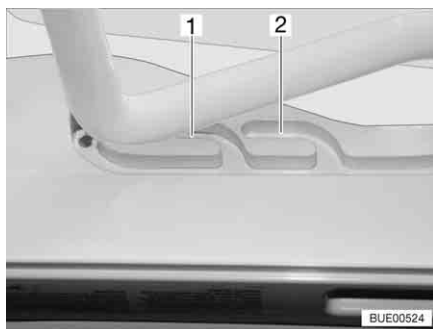
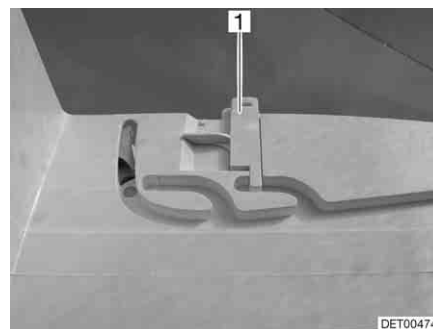

Bild 79 Heki-takluckan i ventilationsläge
Bild 80 Lås ventilationsläge
Heki-takluckan kan ställas i två ventilationslägen: Läget för dåligt väder (Bild 79,1) och mittläget (Bild 79,2). Beroende på modell kan takluckan låsas i mittläget med spärren (Bild 80,1).
- Tryck bygeln lätt uppåt och skjut in den i det valda spåret (Bild 79,1 eller 2) och lås eventuellt.